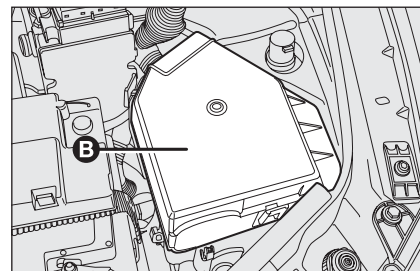

fig. 18
**AVVERTENZA** Per accedere al coperchio portalampane proiettore sinistro (senso marcia) e procedere alla sostituzione, occorre prima rimuovere il coperchio **B-fig. 18** di protezione centralina fusibili vano motore.